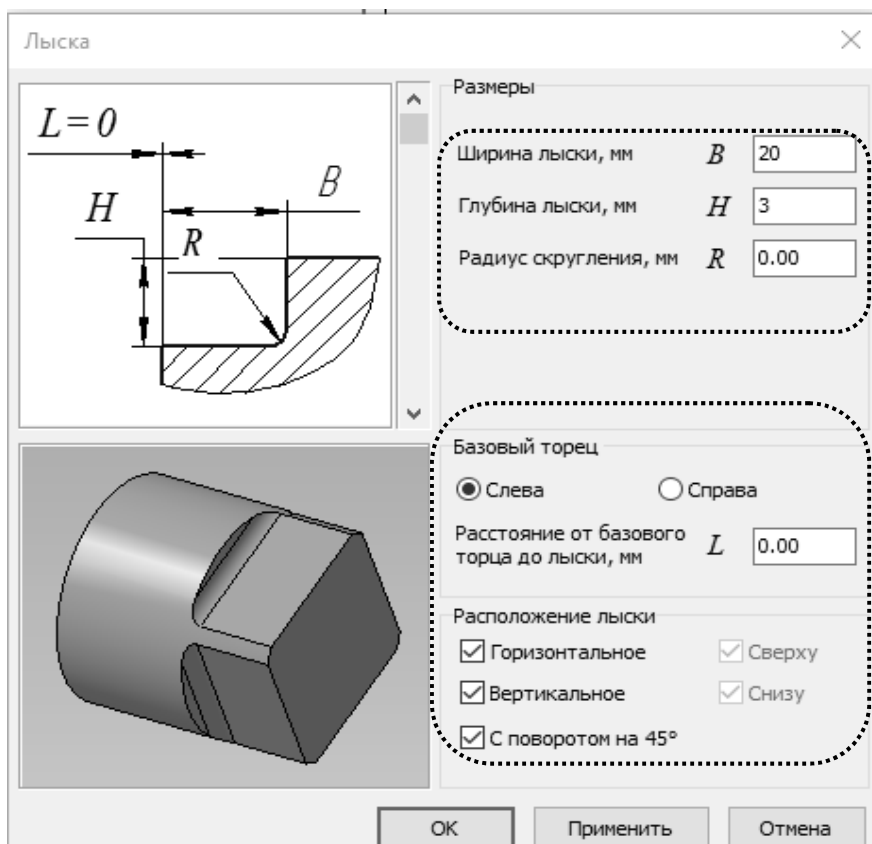

Рис. 15.12. Выбор параметров квадратной лыски
5.4. На втором участке вала выполнена квадратная лыска, т. е. усечение профиля производится в горизонтальной и вертикальной плоскостях, сверху и снизу, с поворотом на 45° . Указав в дереве построения на вторую цилиндрическую ступень (**Цилиндр. $D = 26, L = 36$**) через вкладку **Дополнительные построения**, выберем команду «Лыска» и введем необходимые параметры (рис. 15.12).